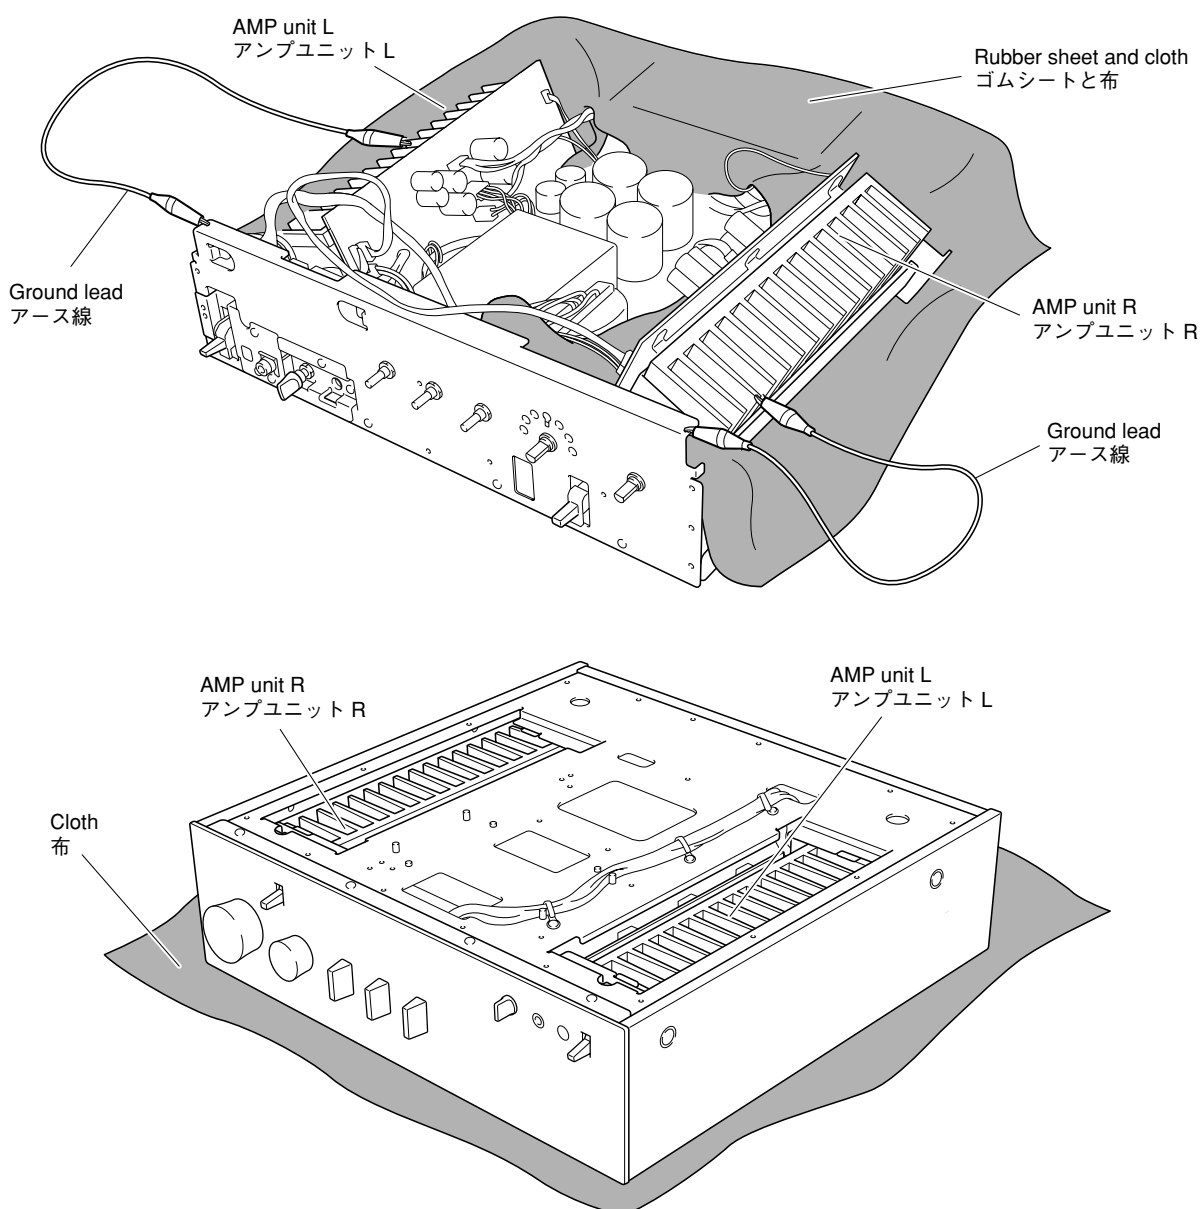

Fig. 7
- Put the rubber sheet and cloth over this unit. Then place the P.C.B. slantingly on the cloth and check it. (Fig. 7)
- In this unit, the ground of the amplifier unit L/R is connected to the chassis. When the amplifier unit L/R is removed from the chassis, connect the ground point to the chassis, using a ground lead wire or the like. (Fig. 7)
- It is also possible to check the amplifier unit L/R from the bottom. (Fig. 7)
- 本機の上にゴムシートと布を敷き、その上にP.C.B.を斜めに置いてチェックします。(Fig. 7)
- 本機ではアンプユニットL/Rのアースがシャーシに接続されています。アンプユニットL/Rをシャーシより取り外した場合、アース線等でシャーシに接続してください。(Fig. 7)
- アンプユニットL/Rは底面からチェックすることもできます。(Fig. 7)